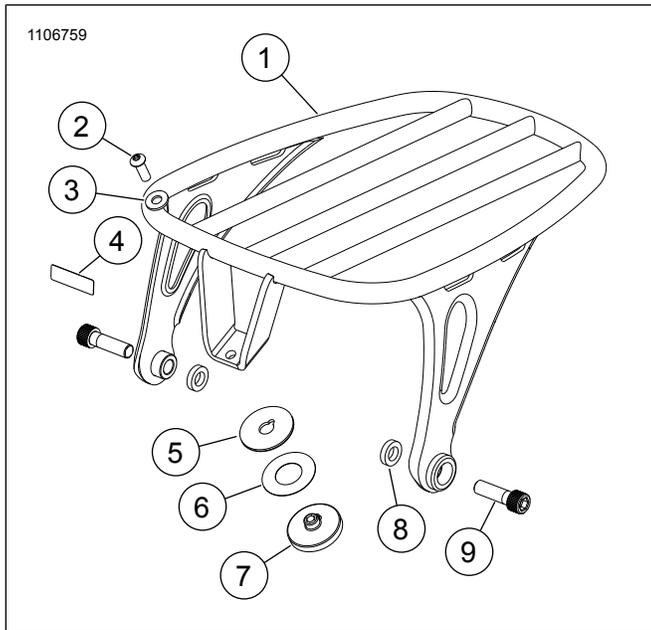
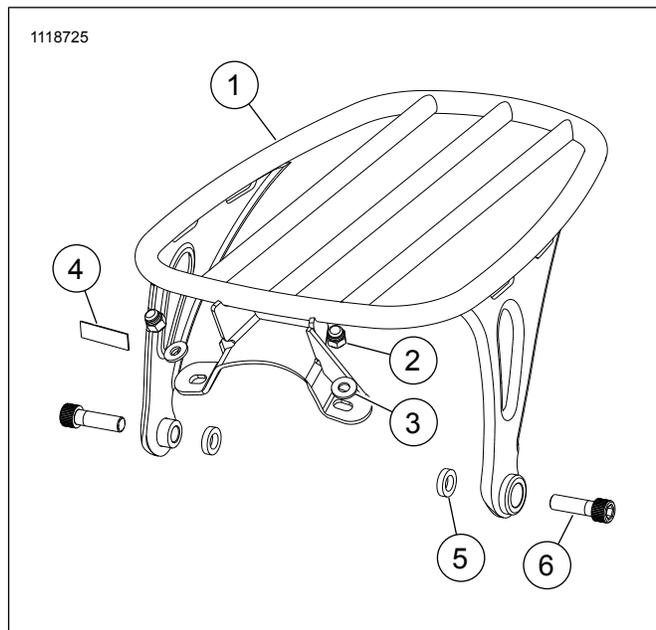

Figure 7. Kit 50300120
Figure 8. Kit 50300154/156
Voir Figure 7, Figure 8 et Voir le Tableau 1.
g. Voir Figure 7. Poser l'entretoise d'ancrage (8) entre le garde-boue et le support de garde-boue et la fixer avec une vis à capuchon à tête creuse.
12. Voir Figure 7. Serrer la vis (2).
- g. Voir Figure 8. Poser l'entretoise d'ancrage (5) entre le garde-boue et le support de garde-boue et la fixer avec une vis à capuchon à tête creuse.
4. Serrer les écrous (2).